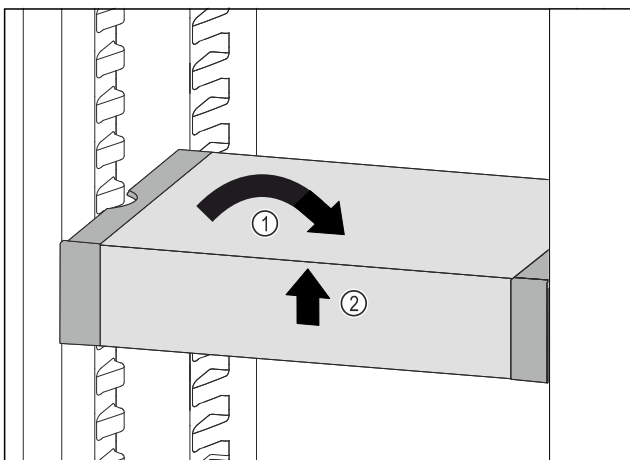

Fig. 74
- ▶ Установите VarioSafe прямо. Fig. 74 (1)
- ▶ Приподнимите VarioSafe спереди. Fig. 74 (2)